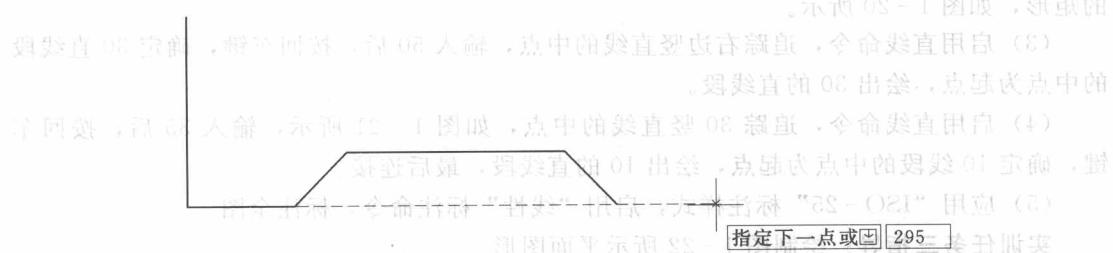

图 1-18 临时追踪点追踪
(7) 将光标放置于 110 线段的下端点上约 1 秒钟，然后快速向右水平移动鼠标，光标稍微向线下放置，则出现如图 1-18 所示追踪线，这时，输入 295 画出底端最右的一段直线。